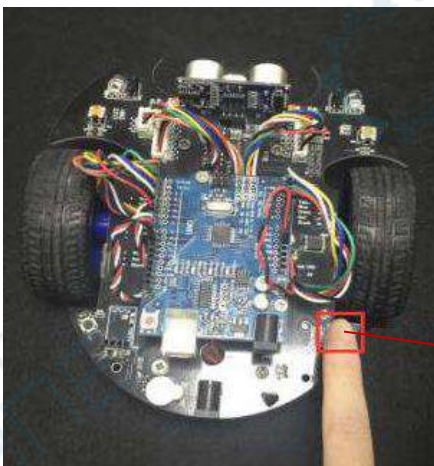

Рисунок 1
- После успешной загрузки программы, нажмите кнопку включения питания (рисунок 1 – Power switch). После 2-секундной паузы Vatmobile начинает двигаться вперед.